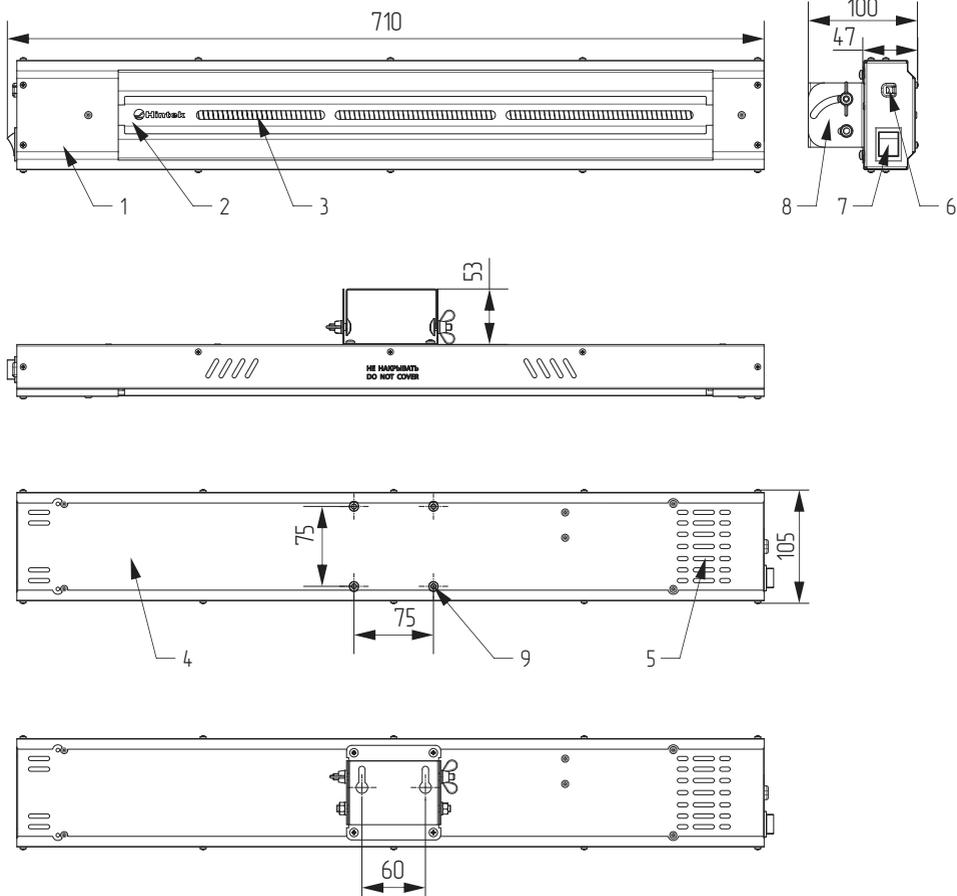

Рисунок 1.
- 5.1. Обогреватель (см. рис. 1, 2) представляет собой металлический корпус, состоящий из передней панели 1, защитной решётки 2 и задней панели 4. Внутри корпуса на шасси расположен нагревательный элемент 3 – трубка из кварцевого стекла, внутри которой расположена нагревательная спираль. За нагревательным элементом имеется отражающий экран. На боковой поверхности корпуса расположены рокерный переключатель (клавишный выключатель) с подсветкой 7 и выход шнура питания 6.
- 6.6. На стене с помощью уровня и рулетки (линейки) следует разметить отверстия для монтажа обогревателя. Размеры для разметки приведены на рис. 1, 2.